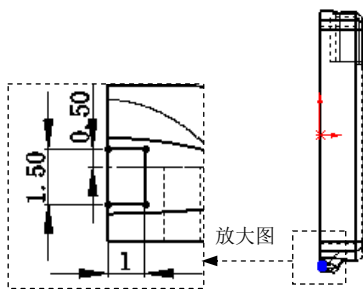
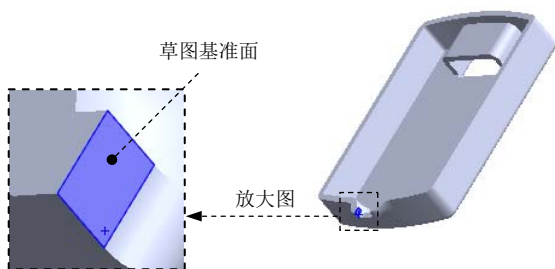

图 3.34.44 草图 2
图 3.34.45 草图基准面
Step4. 创建图 3.34.44 所示的草图 2。选择下拉菜单 **插入(I)** → **草图绘制** 命令，选取图 3.34.45 所示的模型表面作为草图基准面，绘制图 3.34.44 所示的草图 2。